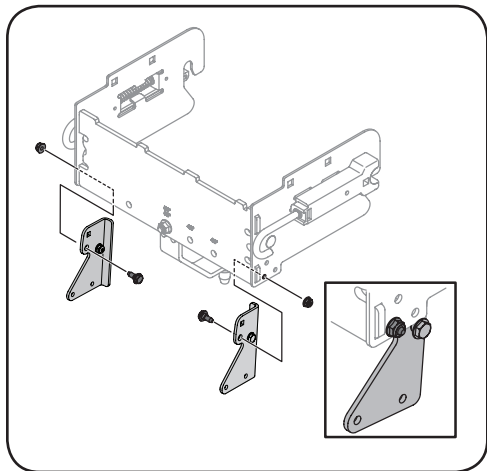

Figura 1-7
8. Con un tornillo con reborde y una tuerca de seguridad bridada instale los dos soportes bisagra en los orificios laterales de la parte posterior inferior del soporte de conexión fácil. Vea la Figura 1-7.
**NOTA:** Los herrajes instalados en el paso 7 actuarán como tope y los herrajes instalados en el paso 8 actuarán como bisagra. Vea el recuadro de la Figura 1-7.